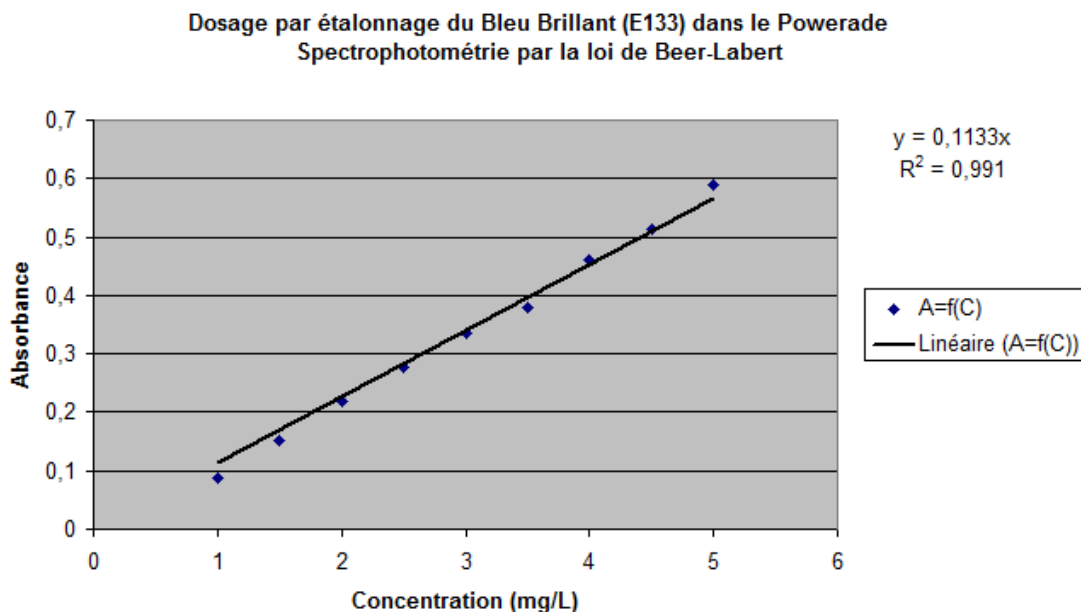

Figure 1:
*Titration* = Technique mettant en jeu une réaction chimique avec l'espèce chimique à étudier. La réaction de titrage doit être totale, rapide et unique. On réalise le schéma représenté sur la figure 1, où dans un bécher, nous avons notre solution titrée (celle contenant l'espèce voulue dans un volume  $V_a$  et en concentration  $C_a$  inconnue), et nous rajoutons petit à petit, à l'aide d'une burette, une quantité de matière  $n_b = C_b V_b$  de la solution titrante qui va réagir.